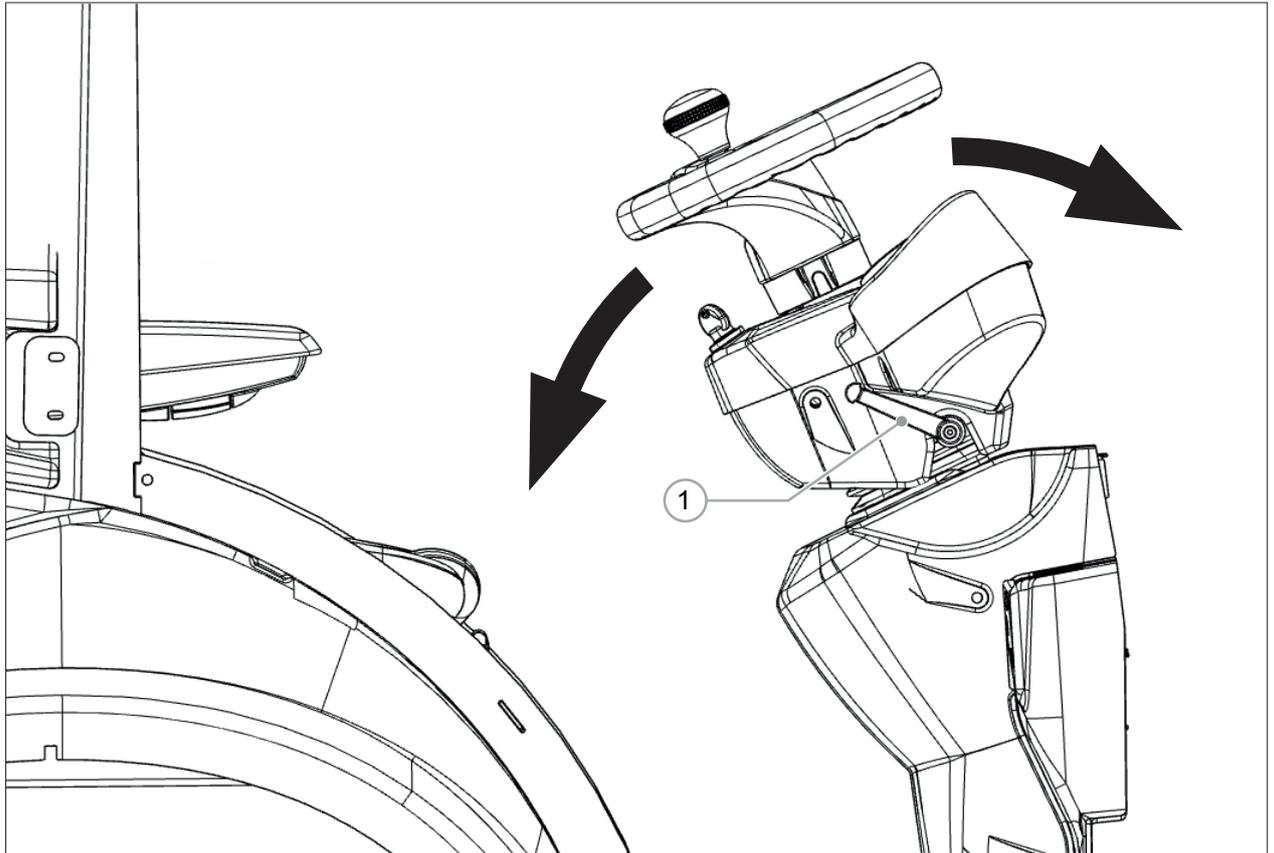

РИС. 20
- 2) Опустите рычаг и разблокируйте руль (РИС. 20 - Сс. 1).
- 4) Поднимите рычаг для блокировки руля (РИС. 20 - Сс. 1).